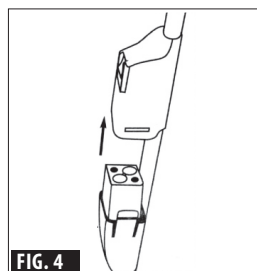

FIG. 4
- Insérez la « batterie rechargeable » en bas dans le « compartiment de la batterie » situé à l'avant du socle jusqu'à ce qu'il soit bien en place (voir FIG.4).